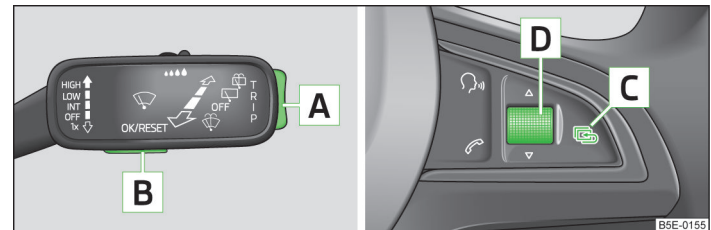

Abb. 11 Tasten (Einstellrad) am Bedienungshebel / am Multifunktionslenkrad
- › Mit der Taste **A** » Abb. 11 bzw. durch Drehen des Einstellrads **D** den Menüpunkt **Warnung bei** wählen.
- Mit der Taste **[A]** » Abb. 11 bzw. durch Drehen des Einstellrads **[D]** den Menüpunkt **Warnung bei** wählen.